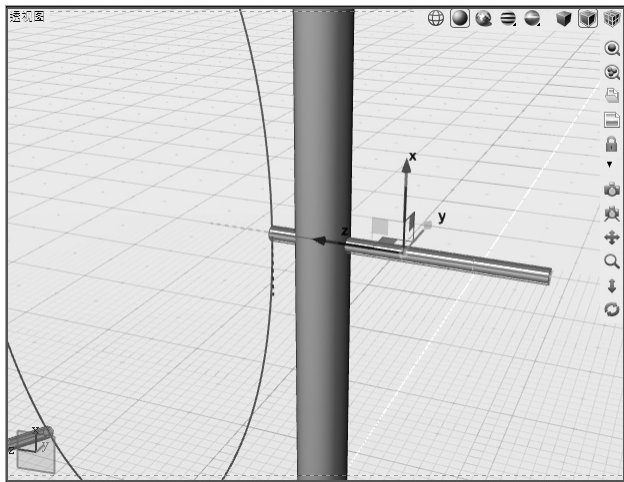

图 5-34 平移复制中枢
6) 确保“捕捉栅格#2”处于激活状态。按〈W〉键激活“平移”工具，平移复制中枢，直至该柱体一侧边界与椭圆对齐，如图 5-34 所示。